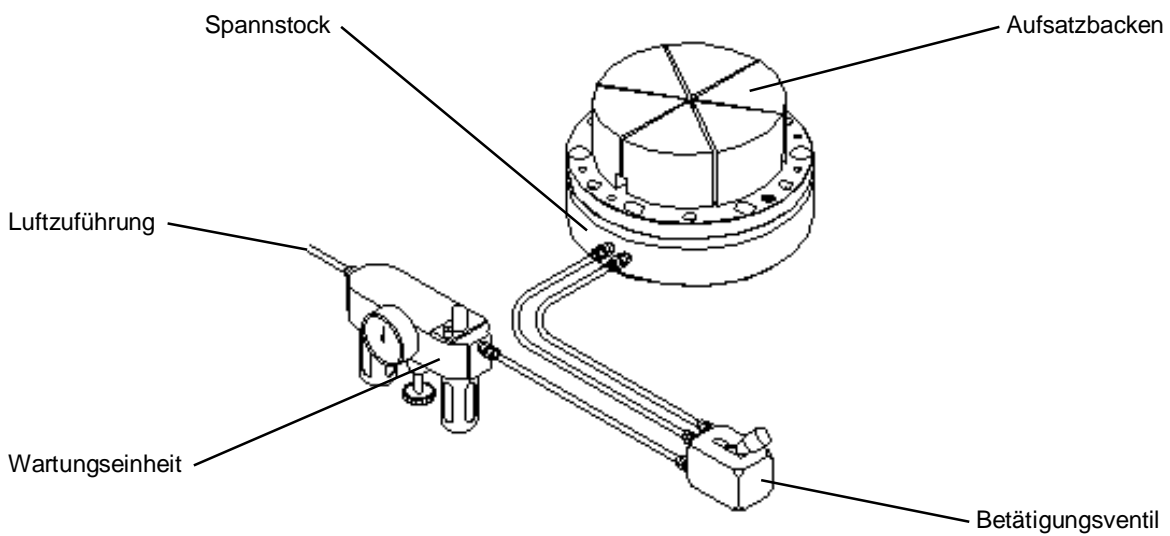

Abbildung 1.3
- Schließen Sie anschließend ein Ventil, die Luftschläuche und die Wartungseinheit gemäß der Abbildung 1.3 sorgfältig an. Der Einsatz einer Wartungseinheit, bestehend aus Öler, Filter und Druckminderer ist unbedingt vorgeschrieben, da der Spannstock ansonsten schweren Schaden nehmen kann. Zur Betätigung des Spannstocks kann jedes beliebige Ventil genutzt werden, das die entsprechenden Unfallverhütungsvorschriften der Berufsgenossenschaft erfüllt. MicroCentric bietet entsprechende Handventile, Fußventile und pneumatische Betätigungseinheiten an. Der Spannstock sollte nun mit geringem Luftdruck arbeiten.